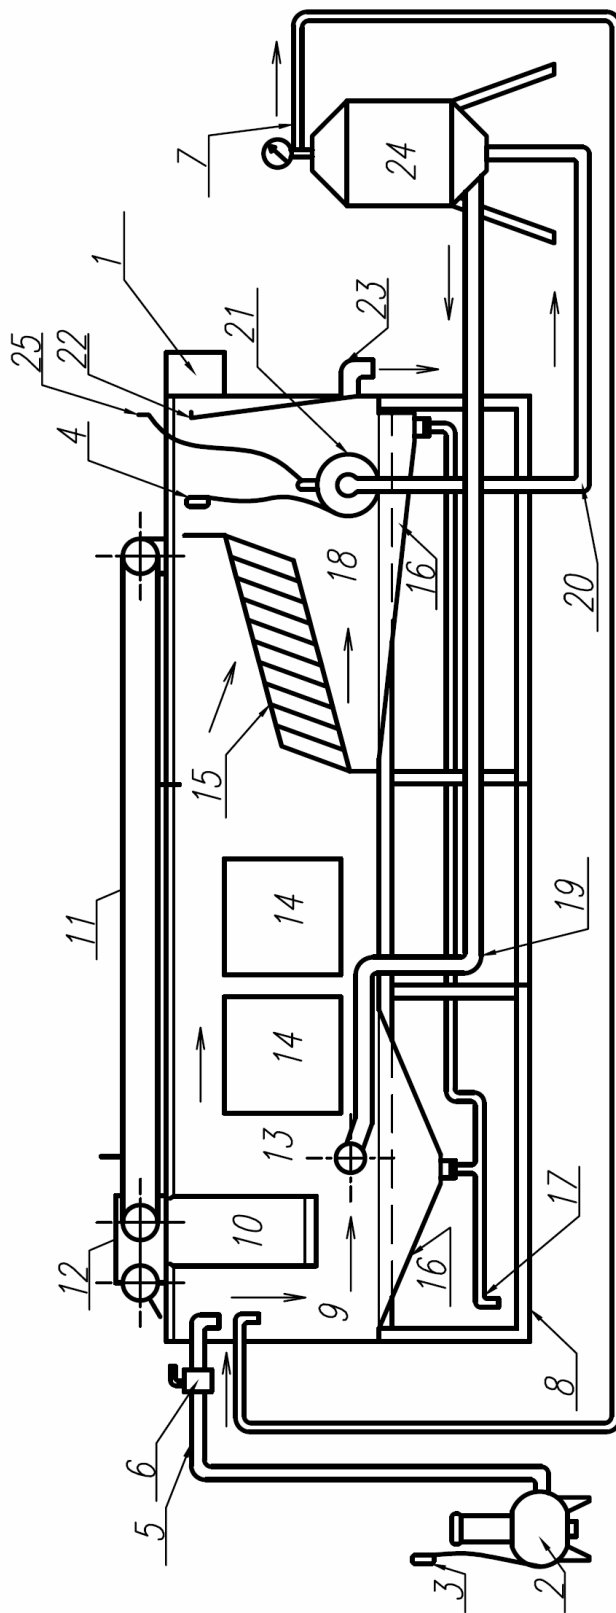

Рисунок 1. Флотатор ФЛГ – 16М
4. Устройство и принцип работы флотатора (см. Рисунок 1).
- 5.5. Подключение насосного агрегата через пульт управления (1) к сети ~380В должно осуществляться согласно требованиям технической эксплуатации электроустановок потребителем.
6. Подготовка к работе и порядок работы (см. Рисунок 1).